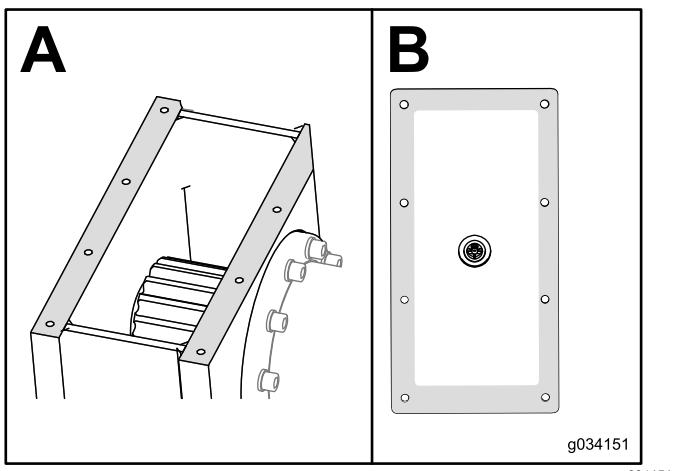

Figura 108
- Quite el sellador de la caja de engranajes y de la tapa (Figura 108).
- Ponga sellador RTV nuevo de grado automotor alrededor del borde de la tapa (Figura 108, B).